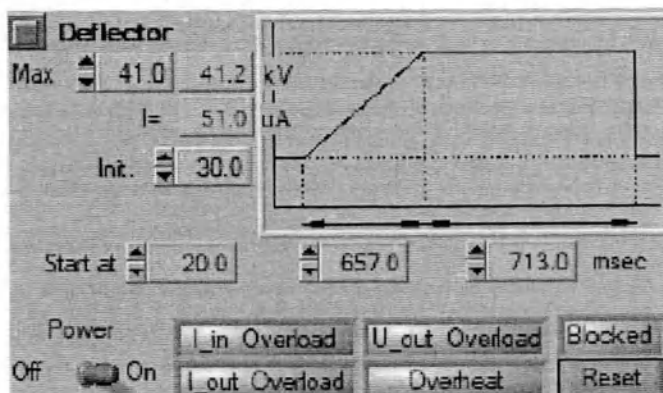

Рисунок 64. Увеличение высокого напряжения блока отклонения
- 1) На экране блока дефлекторов (рис. 64) включите переключатель питания «On/Off» (Вкл./Выкл.).